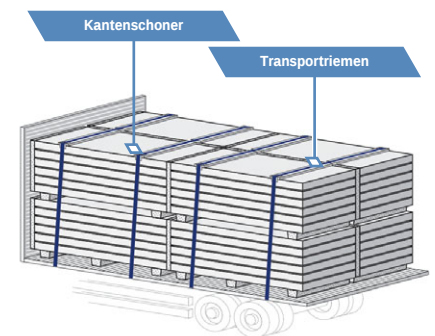

Abb. 02
- Das zur Beladung bereitgestellte Fahrzeug muss mit Transportriemen und Kantenschonern/Auflagen (Abb. 02) ausgestattet sein, um die Ladung auf der Ladefläche zu sichern. Die Anzahl der Riemen hängt von der Länge der Paneele ab. Der Abstand der Riemen sollte ca. 2 m betragen. Es wird empfohlen, dass das Transportfahrzeug mit zwei Sätzen von Flachslingern mit Ösen von ca. 6 m Länge und einer Tragfähigkeit von 5 t für das Entladen ausgestattet ist;